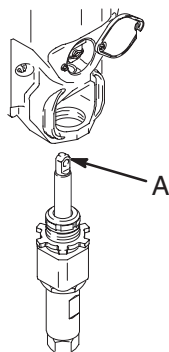

Fig. 14 TI0062
1. Fig. 14. Extienda completamente la varilla del pistón. Engrase la parte superior de la varilla de la bomba en el punto (A) o dentro de la biela.